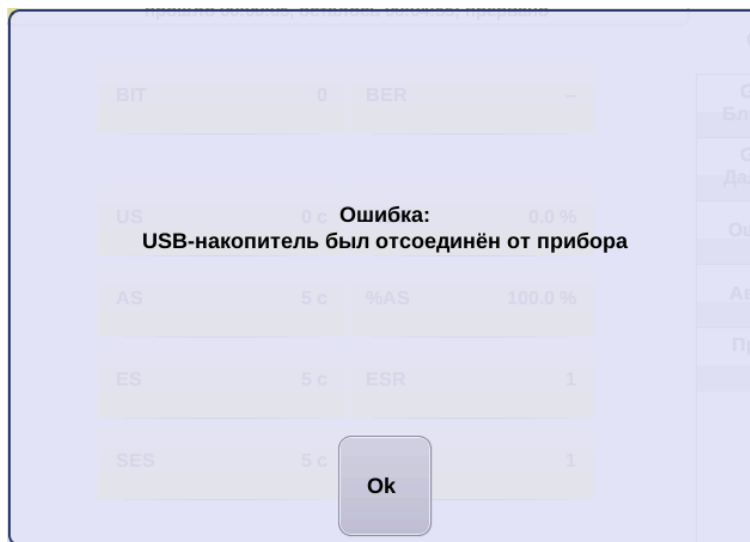
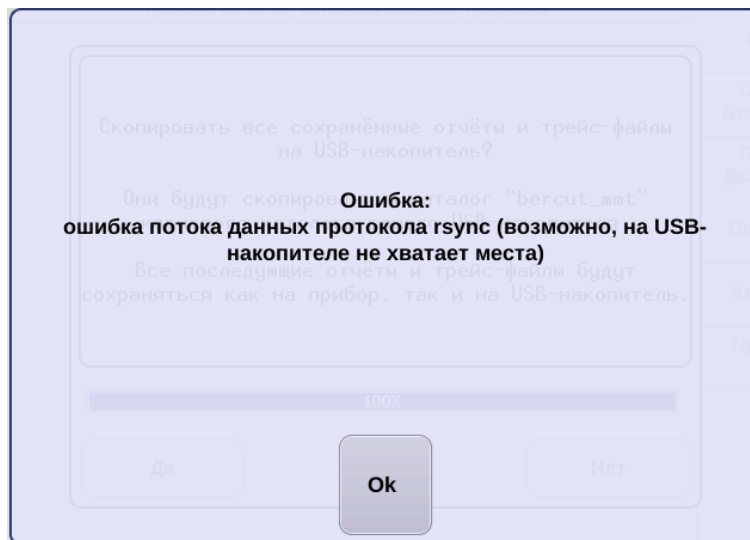

Рисунок 8.3. Сообщение об ошибке
Рисунок 8.4. Сообщение об ошибке
**Примечание.** В случае возникновения ошибок при монтировании USB-накопителя и копировании данных на USB-накопитель на экране прибора возникают предупреждающие сообщения, аналогичные представленным на рис. 8.3 и рис. 8.4.